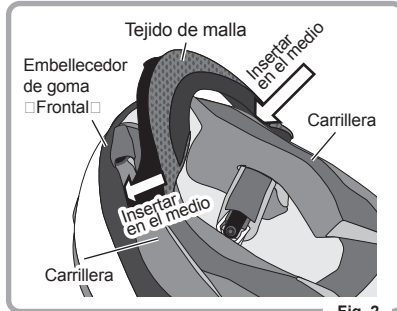

Fig. 2
2. Desabroche los 4 broches de presión y los ganchos de la parte delantera y, a continuación, podrá retirar la almohadilla interior (Fig. 2).
2. Inserte el forro intermedio de ambos lados del obturador de viento entre la zona delantera de la carrillera y el embellecedor de goma (Fig. 2).